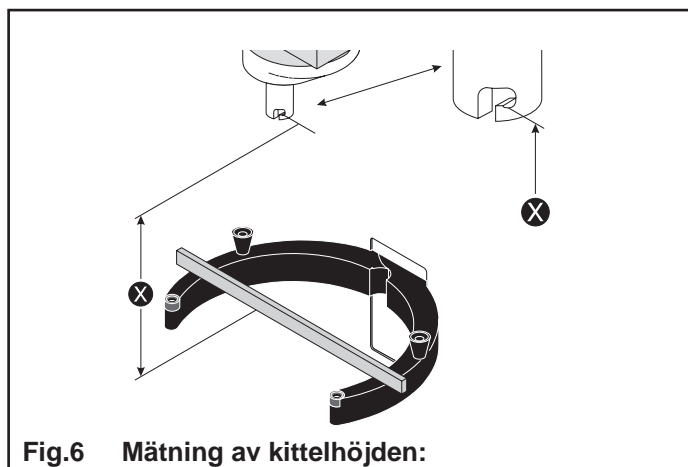

Fig.6 Mätning av kittelhöjden:
Avståndet (X) mäts från undersidan av bajonetthålet till över sidan på kittelarmarna där kitteln vilar (fig.6). Kittelarmarna skall vara upplyfta i normalt arbetsläge.